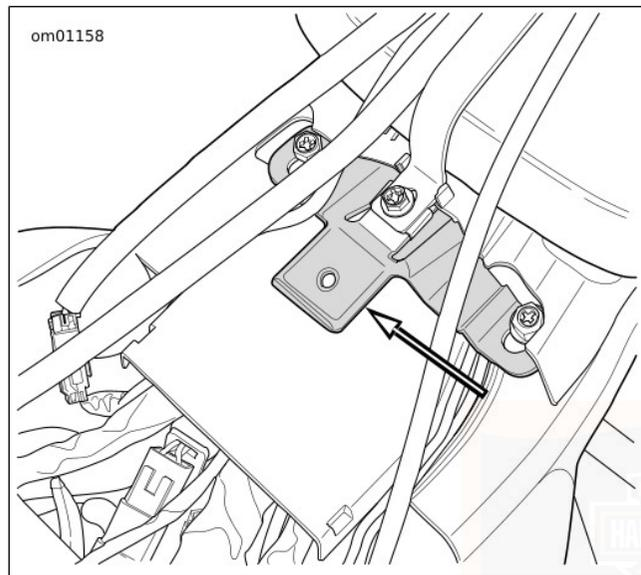
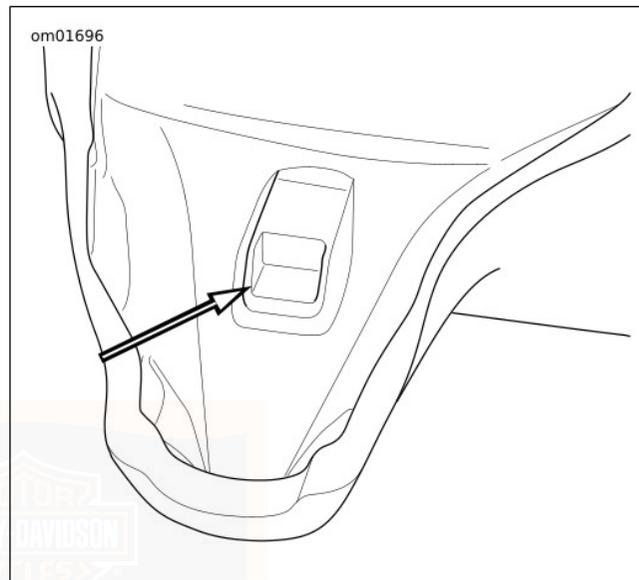

Figure 104. Languette de selle
Figure 105. Fente de montage de la selle
6. Voir Figure 104 et Figure 105. Soulever l'arrière de la selle. Pousser la selle vers l'arrière pour libérer la languette de la fente de la selle.
1. Voir Figure 104 et Figure 105. Aligner la fente de la selle avec la languette derrière le réservoir de carburant. Pousser la selle vers l'avant pour l'engager.